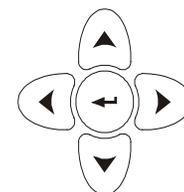

Figure 2.4
- Sur la télécommande à distance : Appuyer sur Lens H ou sur Lens V (Figure 2.4).